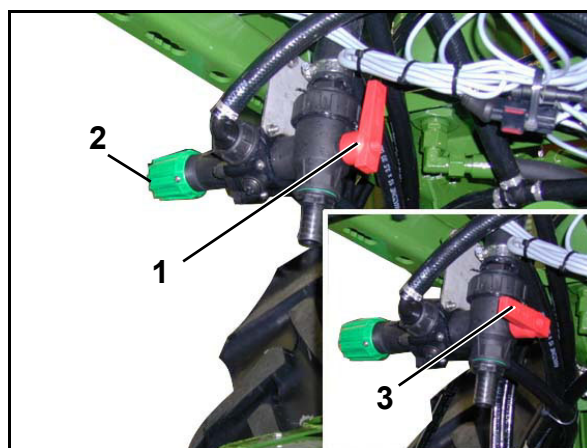

Bild 167
- DUS-omkopplingskran (Bild 167/1).
- DUS-tryckbegränsningsventil (Bild 167/2). DUS-tryckbegränsningsventilen är från fabrik fast inställd, den reducerar trycket i omloppssystemet till 1bar.
Då DUS-omkopplingskranen står i position (Bild 167/1), är tryckomloppssystemet inkopplat.
Då DUS-omkopplingskranen står i position (Bild 167/3), är tryckomloppssystemet urkopplat.